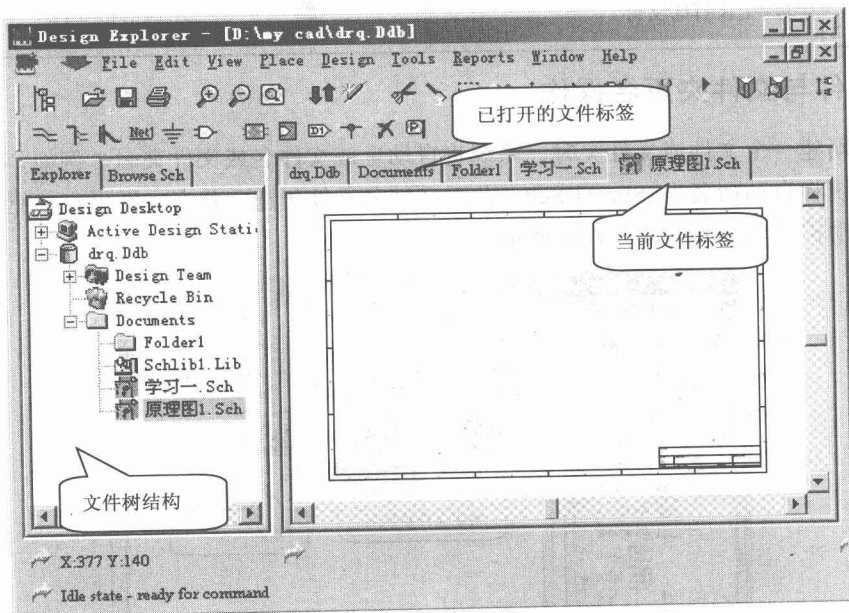

图 1.14 文件管理器
(1) 单击左窗口管理器中的文件夹或文件图标, 或在右边的工作窗口双击文件或文件夹图标, 即可打开。
(2) 打开文件或文件夹后在右窗口中有对应的标签出现, 单击对应的标签可以在各文件或文件夹间切换。在文件管理器中, 打开的文件和文件夹以树状结构排列, 如图 1.14 所示。